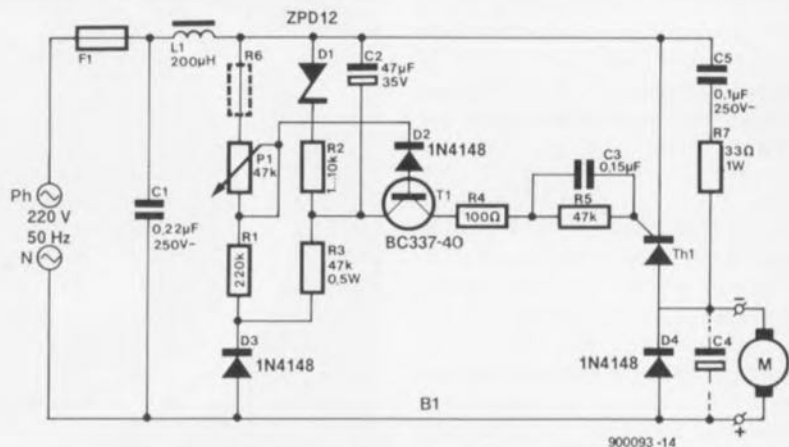
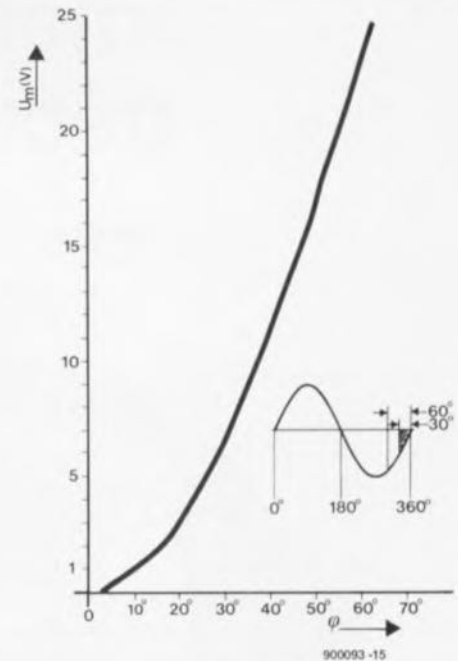

Figure 4. Circuit à thyristor destiné à connecter au secteur un moteur à basse tension de forte puissance.
Figure 5. Courbe représentant l'angle de découpage en fonction de la tension d'alimentation du moteur,  $U_m$ .
Figure 4. Reproduction (à 85%) de la face avant plastifiée dessinée pour l'amplificateur de mesure. Ce film semi-rigide auto-collant donnera à votre appareil une finition quasi-professionnelle.
Une fois terminée la réalisation des 2 platines, l'ensemble prendra place dans un coffret métallique de bonne facture. Nos "artistes-peintres" ont en outre dessiné une face avant pour cet appareil: nous vous la proposons, à échelle réduite, en **figure 4**. L'examen de son dessin permet immédiatement de confirmer que l'on se trouve bien en présence de 2 canaux identiques. Une fois les organes de commande et de visualisation glissés et fixés dans les orifices prévus à leur intention dans la face avant, vous disposerez d'un instrument de mesure additionnel
Figure 5. Exemple terminé de l'amplificateur de mesure. Il a trouvé place dans un solide coffret métallique qui le mettra à l'abri des vicissitudes d'une utilisation quotidienne.
Le circuit représenté en figure 4 fonctionne de façon très stable, et ceci même à des angles de découpage de  $5^\circ$ . Il permet de régler la tension de sortie à une valeur comprise entre 0,2 et 24 V pour attaquer des moteurs, ayant besoin d'un courant nominal pouvant aller jusqu'à 60 A. Le potentiomètre  $P1$  sert à fixer l'angle de découpage à toute valeur comprise entre  $20^\circ$  et  $60^\circ$ , ce qui correspond à une valeur arithmétique moyenne de la tension de sortie comprise entre 3 et 24 V. Si l'on fait passer à 470 k $\Omega$  la valeur de  $P1$ , la plage de régulation s'étendra de  $5^\circ$  à  $60^\circ$  (tension de sortie comprise alors entre 0,2 et 24 V). Cette plage de régulation peut, le cas échéant, être limitée
Si l'on n'utilise qu'une seule diode zener au lieu de la combinaison diode zener + résistances de la figure 4, la tension du moteur,  $U_m$ , augmente exponentiellement. Si au contraire on utilise une résistance de 18 k $\Omega$  dans ce circuit, la tension du moteur variera proportionnellement à la tension du secteur.
Il s'agit de faire fonctionner dans ce circuit un moteur de 24 V ayant un courant nominal de 10 A environ. La courbe de la figure 5 montre que pour une tension de 24 V il faut un angle d'ouverture de 60° environ. Ceci signifie que pendant 60°/360°, soit 1/6 de la période, il faut qu'il circule un courant d'une intensité moyenne de 60 A environ (10 A x 6 si l'on veut avoir un courant nominal de 10 A) à une tension moyenne de 24 V. Lors de ce 1/6 de période la consommation est de:
En règle générale, conviennent, tous les thyristors ayant un courant d'amorçage inférieur à 80 mA, une tension nominale égale ou supérieure à 400 V et **ne comportant pas de diode de protection** (antiparallèle) prise entre l'anode et la cathode. Il ne s'agit pas de caractéristiques exotiques et la plupart des thyristors disponibles (dont certains à des prix de promotion) conviennent de ce fait à une utilisation dans le circuit de la figure 4.
Les photos de la **figure 4** illustrent l'évolution de la tension de sortie entraînée par une variation brutale de la charge (comportement dynamique). La **figure 5** donne une représentation schématique de la disposition de mesure adoptée à cette occasion.
**Figure 4.** Nous avons procédé à une double mesure de la réponse de l'alimentation suite à un changement de la taille de la charge: la première avec une charge  $R_{L1} = 8 \Omega$  (4a) et la seconde pour  $R_{L1} = \infty$  (4b). Voir en outre la figure 5.
**Figure 5.** C'est à l'aide de cette technique de mesure que nous avons testé la réaction de l'alimentation à découpage à un changement brutal de la charge. Les résultats de nos mesures sont donnés en figure 4.